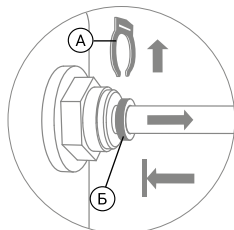

Рис. 11
15. Отсоедините стопорную клипсу (А). Удерживая цанговое кольцо (Б) прижатым к основанию фитинга, потяните на себя пластиковую трубку и аккуратно извлеките ее из фитинга (рис. 11).